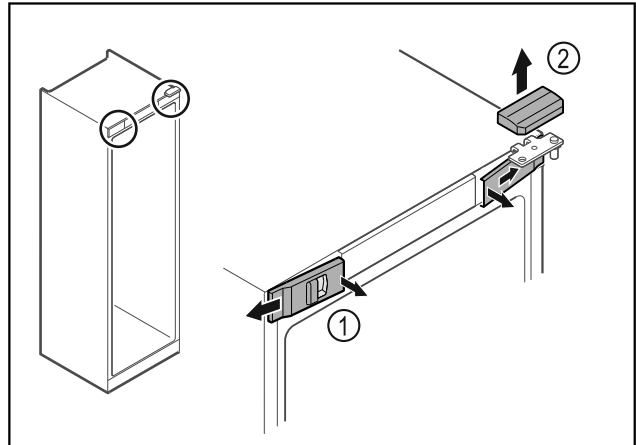

Fig. 5
- ▶ Vordere Abdeckungen Fig. 5 (1) innen ausrasten und zur Seite abnehmen.
- ▶ Obere Abdeckung Fig. 5 (2) nach oben abnehmen.